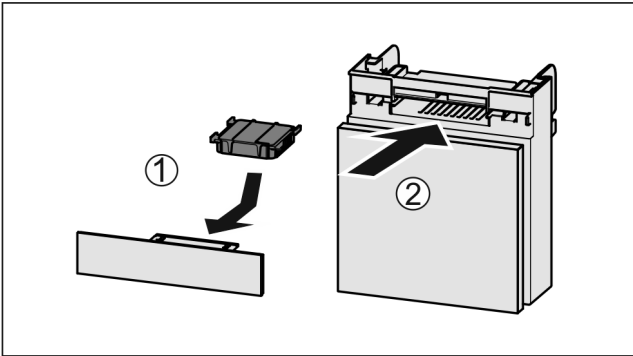

Fig. 193
- 按图装入 Fig. 193 (1)活性炭过滤器。
- 推入 Fig. 193 (2)抽屉。